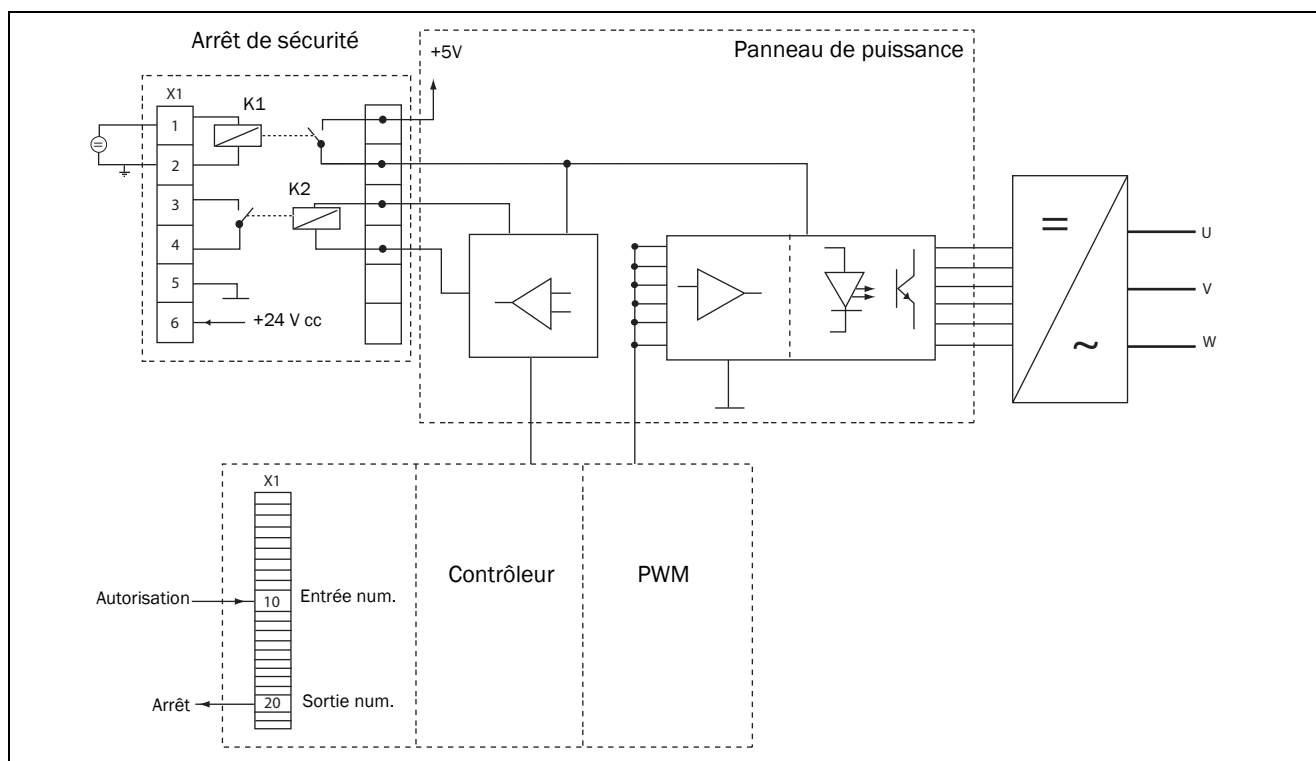

Fig. 148
- Activer l'entrée « Inhibition » (bornes 1 (CC+) et 2 (CC-) de la carte optionnelle d'arrêt de sécurité) en connectant une tension d'alimentation de 24 V CC aux circuits d'entraînement des conducteurs de puissance via le relais de sécurité K1. Voir également la Fig. 148.
- Signal Haut sur l'entrée numérique, par exemple la borne 10 à la Fig. 148, qui est réglée sur « Autorisation ». Pour le réglage de l'entrée numérique, consulter la section 11.5.2, page 161.
réglage d'une sortie numérique, par exemple la borne 20 dans l'exemple de la Fig. 148, consulter la section 11.5.4, page 167 [540].